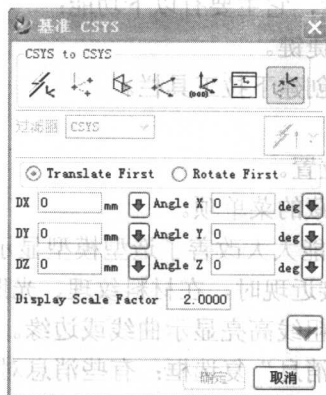

图 1.3 “基准 CSYS”对话框
- (3) 基准 CSYS：改善了“基准 CSYS”对话框，增加了“Display Scale Factor”文本框及通过设置移动增量和旋转角度来偏置 CSYS 对象的功能，如图 1.3 所示。